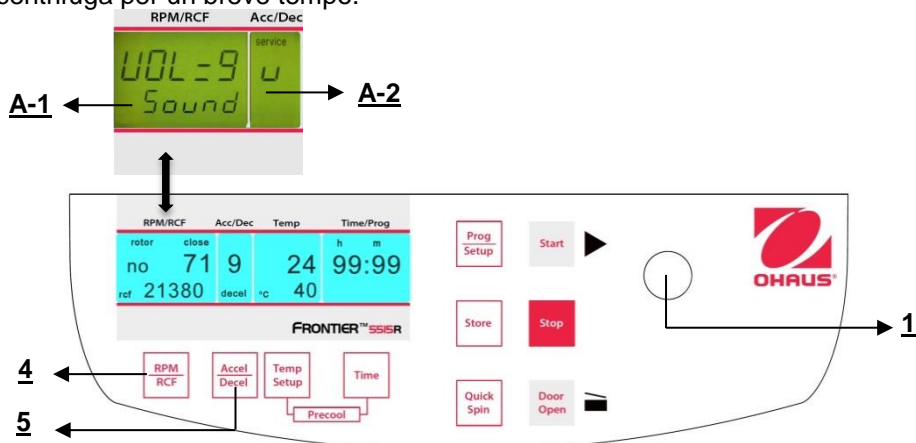

Figura 34
Procedere come descritto al punto 4.1.2 per inserire questa modalità programma e poi premere il tasto **"Accel/Decel"** (5). **Sul display "Acc/Dec" (A-2) lampeggia la parola "Service"**. Selezionare adesso la lettera **"U"** con la manopola di regolazione (1). Di conseguenza, sul display **"RPM | RCF"** (A-1), appaiono le parole **"Vol=0-9/Sound"**. Dopo aver premuto il tasto **"RPM | RCF"** (4), è possibile regolare il volume desiderato fra 0 (basso) e 9 (alto) con la manopola di regolazione (1) (Vedere figura 34).